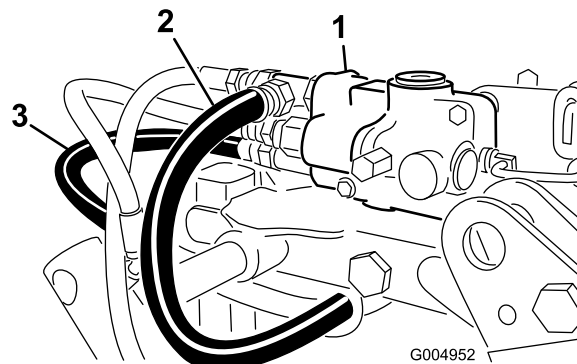

Figure 39
10. Débranchez le flexible de réservoir du distributeur (Figure 39). Placez le bouchon de la valve du kit d'hiver dans le raccord du distributeur et bouchez le flexible avec le bouchon fourni.
11. Débranchez le flexible de pression du distributeur (Figure 39). Placez le bouchon de la valve du kit d'hiver dans le raccord du distributeur et bouchez le flexible avec le bouchon fourni.